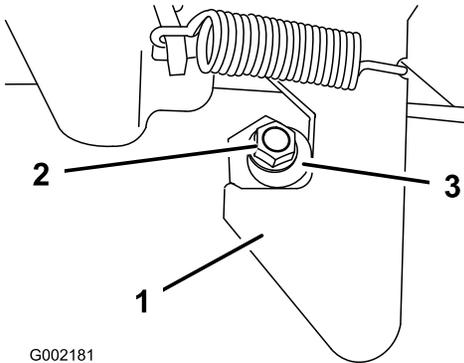

图 71
1. 拧松门锁杆末端的锁紧螺母图 71。
2. 顺时针门锁杆直到它紧贴在门锁的挂钩部分图 71。